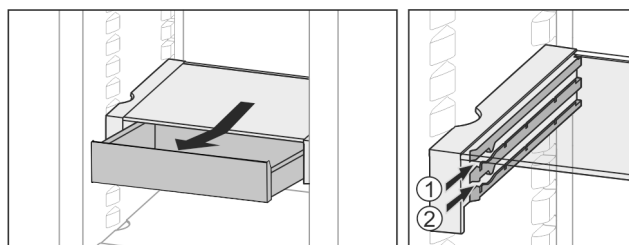

Fig. 21
- ▶ Introdúzcalo a la altura deseada Fig. 21 (1) o Fig. 21 (2).